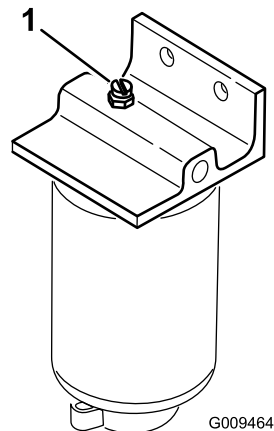

Рисунок 44
3. Откройте пробку вентиляционного отверстия водоотделителя топливной системы (Рисунок 44)